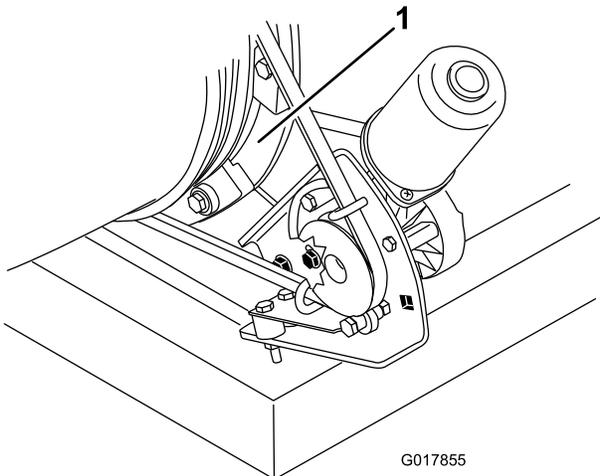

**Figura 34**
1. Afloje los pernos que sujetan el soporte de montaje de la polea al bastidor del soplador (Figura 34).